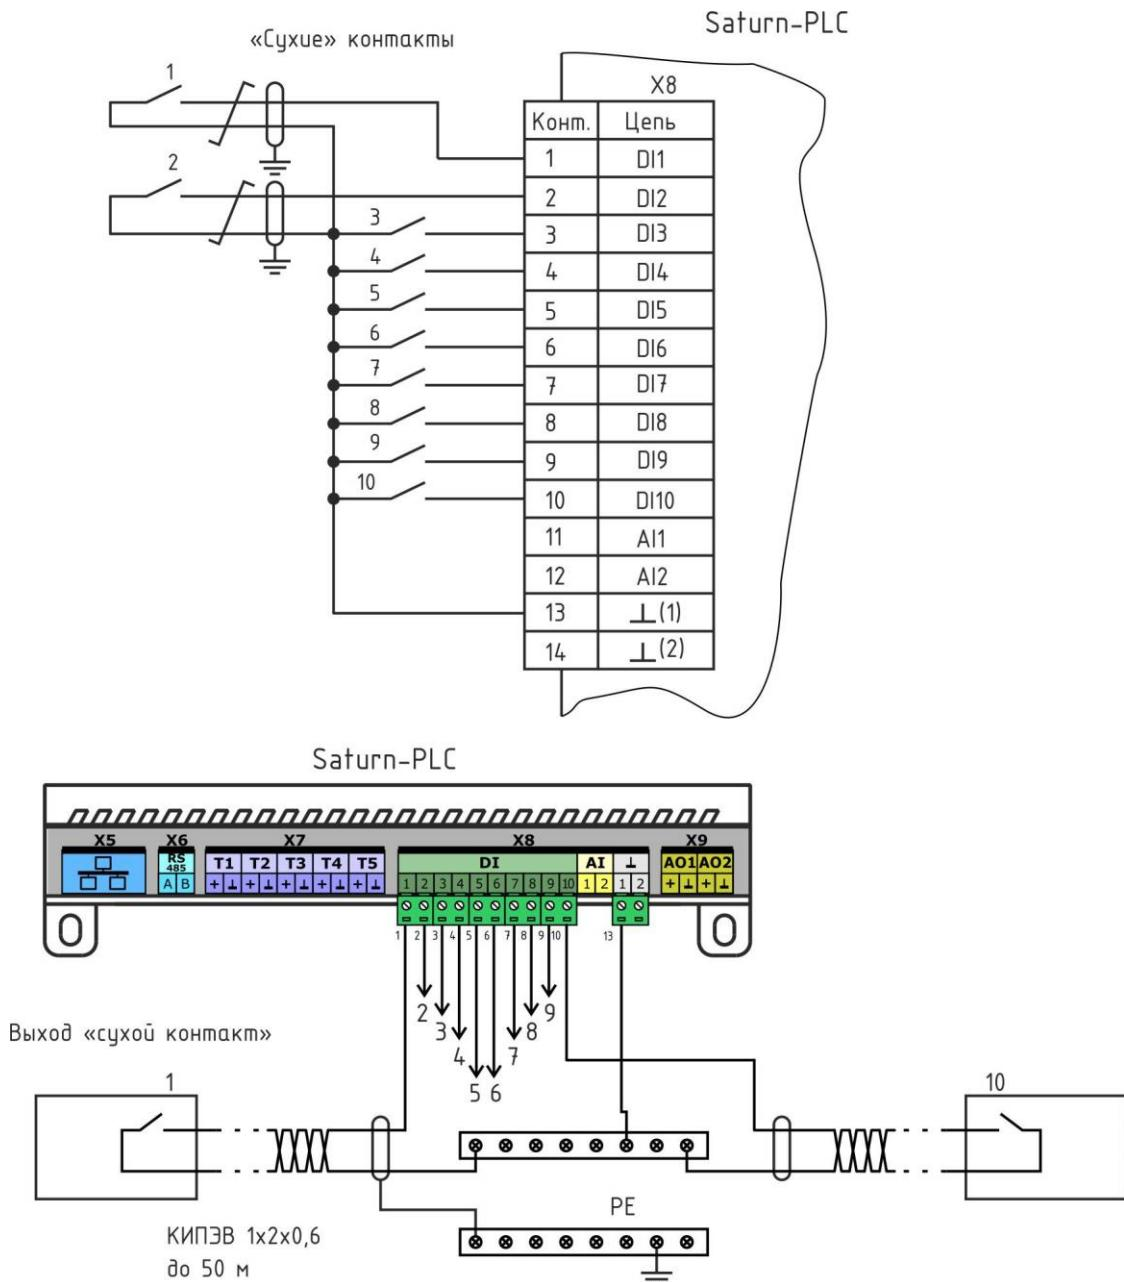

Рисунок 4 – Подключение датчиков ко входам DI1 – DI11.
7. Контроллер позволяет подключать до 10 шт. датчиков и устройств с выходом «сухой контакт», например, выходов реле, герконы, кнопки и проч. Датчики «сухой контакт» подключаются к ответной части клеммного соединителя разъема X8 «под винт» (рисунок 4).